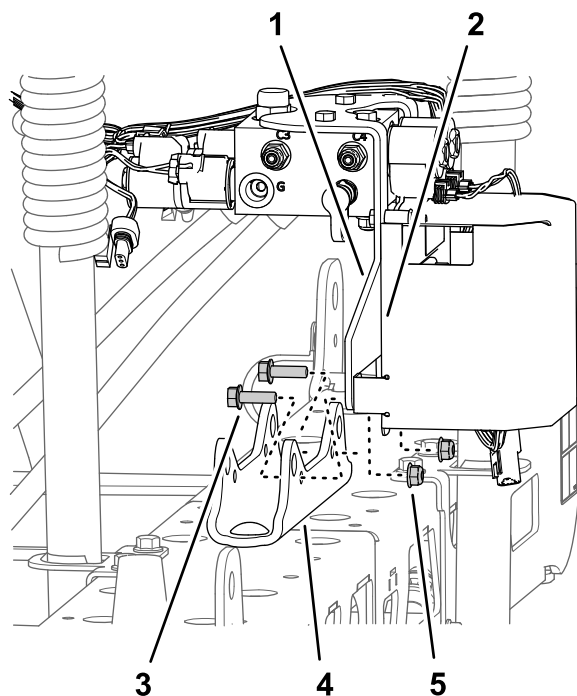

Figura 44
- **Máquinas con el kit opcional de nivelación del Ultra Sonic Boom:** Retire las 2 contratueras con arandela prensada (5/16") y los 2 pernos con arandela prensada (5/16" x 1") que sujetan el soporte del distribuidor de elevación y el soporte del controlador TEC al soporte de los cilindros, y separe el distribuidor y su soporte del soporte de los cilindros (Figura 44).